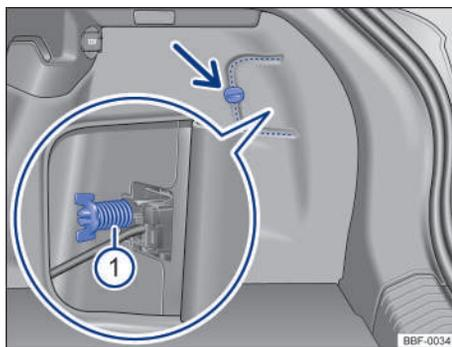
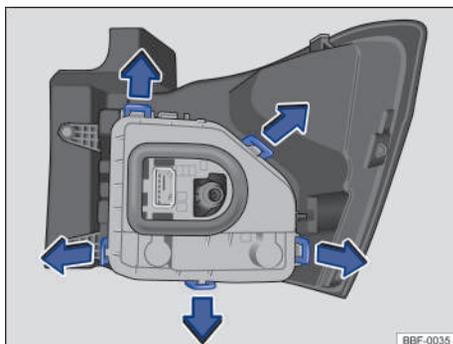

Fig. 203 En el maletero: desmontar la cubierta y retirar el tornillo mariposa ① (fragmento ampliado). ▶
Fig. 204 Linterna trasera: desmontar el portalámparas.
- ① Observar la lista de control y ejecutar las acciones → pág. 265.
- ② Abrir la tapa trasera → pág. 73.
- ③ Para abrir la cubierta de la luz, girar la traba → fig. 203 (flecha).
- ④ Abrir la cubierta junto con la traba hacia el costado.
- ⑤ Aflojar el tornillo mariposa ① (fragmento ampliado) y retirarlo, sosteniendo, al mismo tiempo, la linterna trasera.
- ⑥ Tirar con cuidado de la linterna trasera hacia afuera, para desencajarla de la carrocería → ①.
- ⑦ Desencajar el conector de alimentación de las lámparas de la linterna, para remover totalmente la linterna.
- ⑧ Colocar la linterna trasera sobre una superficie limpia y lisa.
- ⑨ Para desbloquear el soporte de las lámparas, presionar cada lengüeta de bloqueo → fig. 204 en el sentido de las flechas.
- ⑩ Desmonte el portalámparas con cuidado.
- ⑪ Para retirar las bombillas quemadas presione la bombilla contra el alojamiento y gírela en sentido antihorario.
- ⑫ Cambiar la bombilla quemada por una bombilla nueva del mismo modelo.
- ⑬ Para insertar las lámparas nuevas en el portalámparas, introduzca la nueva lámpara en el alojamiento correspondiente. Presione la bombilla y gírela en sentido horario hasta el tope.
- ⑭ Cerciorarse de que las lámparas estén correctamente fijadas en el soporte.
- ⑮ Instalar el soporte de las lámparas en la linterna trasera. Las lengüetas de bloqueo → fig. 204 deben encajar de forma audible.
- ⑯ Colocar el conector de alimentación en la luz.
- ⑰ Encajar la linterna trasera cuidadosamente en el alojamiento de la carrocería.
- ⑱ Sostener la luz trasera en la posición de montaje con una de las manos y atornillar con la otra el tornillo mariposa → fig. 203 ①.
- ⑲ Volver a colocar la cubierta de la linterna en su posición y girar la traba para cerrar.
- ⑳ Cerrar la tapa trasera → pág. 73.